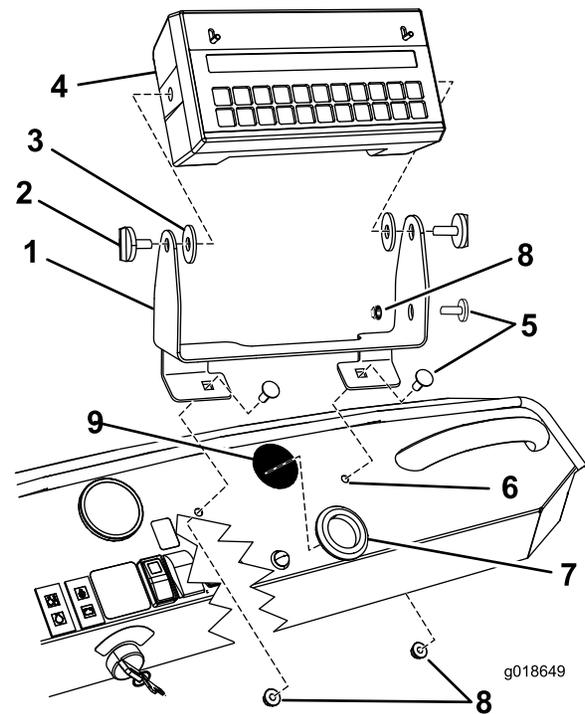

Figura 2
1. Instale el soporte de montaje en el salpicadero y sujételo con 2 pernos de cuello cuadrado (5/16 x 3/4 pulgada) y 2 contratuercas (5/16 pulgada), según se muestra en Figura 2.
7. Monte la consola en el soporte de montaje con 2 pomos (Figura 2).